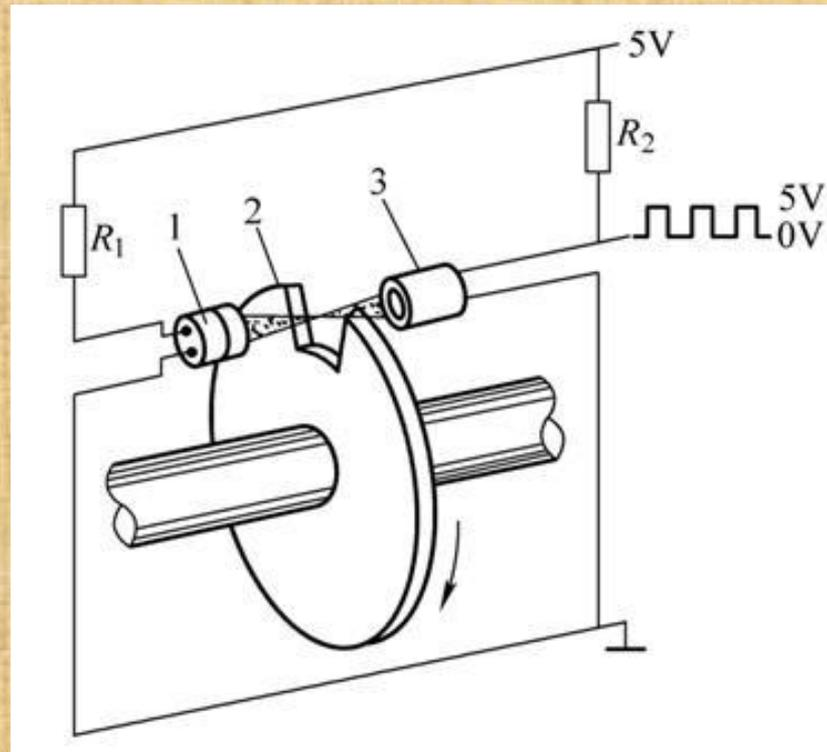

图8-8 光电式传感器工作原理
(2)曲轴转速、转角信号和气缸识别信号的产生原理 光电式传感器的工作原理如图8-8所示。